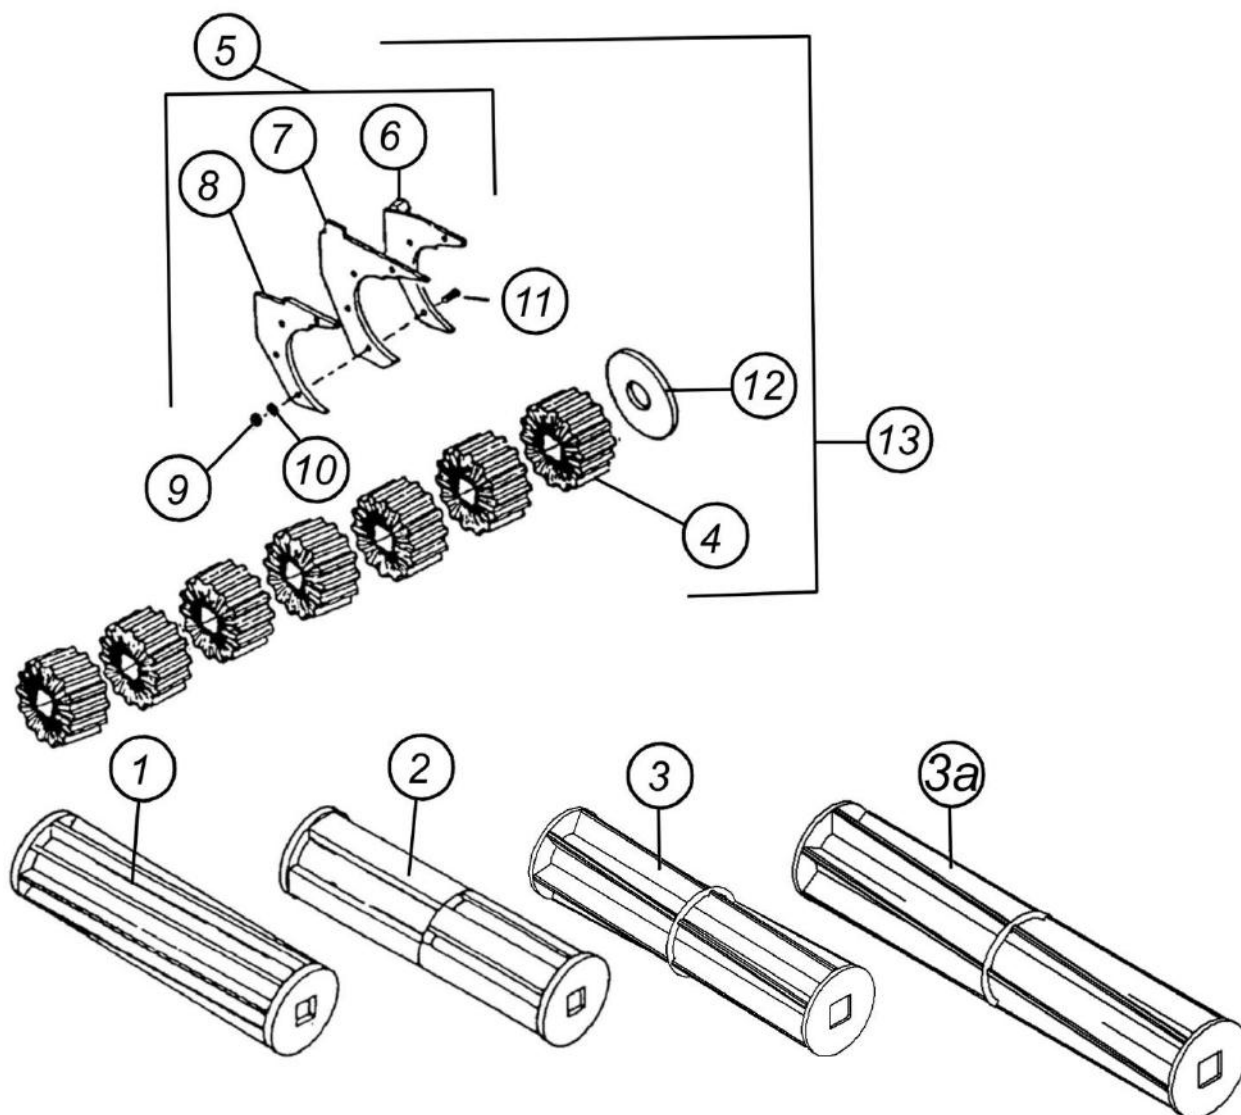

Рис. 7.2.18. Высевающие (дозировочные) валики
7.2.18. Дозирующие валики (рис. 7.2.18)